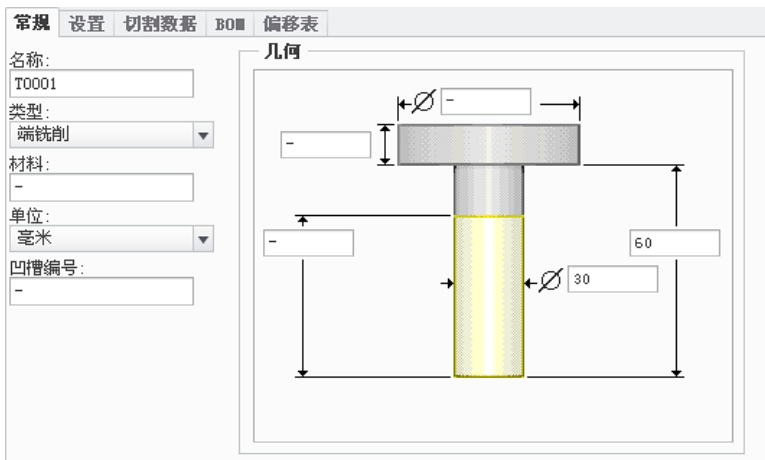

图 10.4.6 设定刀具一般参数
Step4. 在弹出的“刀具设定”对话框的 **常规** 选项卡中设置图 10.4.6 所示的刀具参数，设置完毕后依次单击 **应用** 和 **确定** 按钮，返回到“铣削工作中心”对话框。在“铣削工作中心”对话框中单击 **✓** 按钮，返回到“操作”操控板。